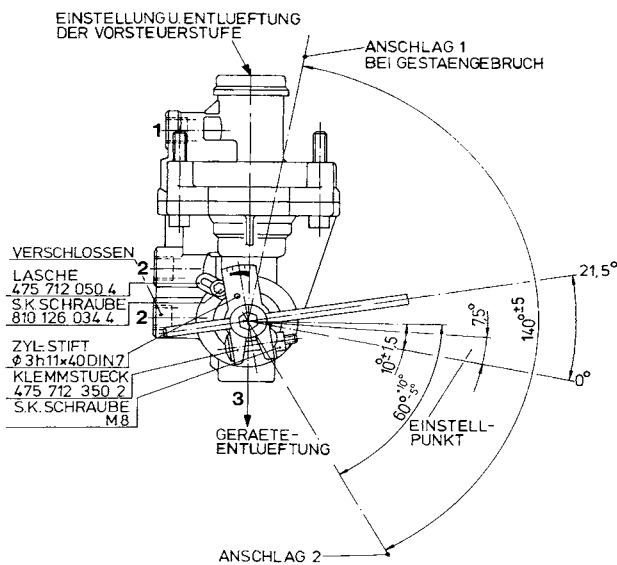

Abb. 2
- 2.2 Den Anschluß 1 mehrmals mit 8 bar belüften und auf 0 bar entlüften. Der Betätigungshebel soll sich dabei mehrmals von "Anschlag 1" zu "Anschlag 2" bewegen lassen (siehe Abb. 2). Anschluß 1 auf 0 bar entlüften.
3.1 Den Anschluß 1 mit 7,5 bar belüften. Den Betätigungshebel soweit verstellen, bis der niedrigste Prüfwert am Manometer 3 erreicht ist. Diese Hebelstellung fixieren. Anmerkung: Bei jeder folgenden Hebelverstellung oder Winkelveränderung ist der Betätigungshebel zu fixieren. Den Anschluß 1 entlüften (vgl. Abb. 2).
- 3.14 Die Sechskantschraube 810 126 034 4 lösen. Den Zylinderstift durch die Bohrung des Klemmstückes hindurch stecken und mit der in der Lasche befindlichen Bohrung fixieren (siehe Abbildung 2).
- 3.15 Die Sechskantschraube 810 126 034 4 wieder festziehen ( $M = 4 \pm 1$  Nm). Den Zylinderstift wieder aus der Bohrung entfernen (siehe Abbildung 2). Den Prüfvorgang von Prüfpunkt 3.11 bis 3.13 wiederholen. Bei Nichterreichen der Prüfwerte muß die Lasche korrigiert werden.